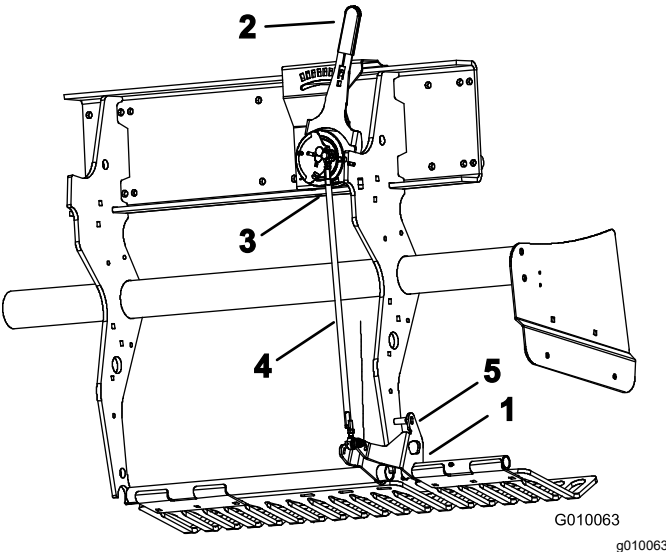

图 59
- 2. 向上旋转左侧护草板安装支架图 59 直至支架与焊接在机架上的深度设置管之间可以插入一个锁定销如 8mm 钻杆或螺栓。
- 3. 将打孔深度杆图 59 移至 H 设置最深。
- 4. 从线束上断开外侧滚珠开关图 59 打孔头-低开关。
- 5. 松开深度调节拉杆上的锁紧螺母左和右图 59。